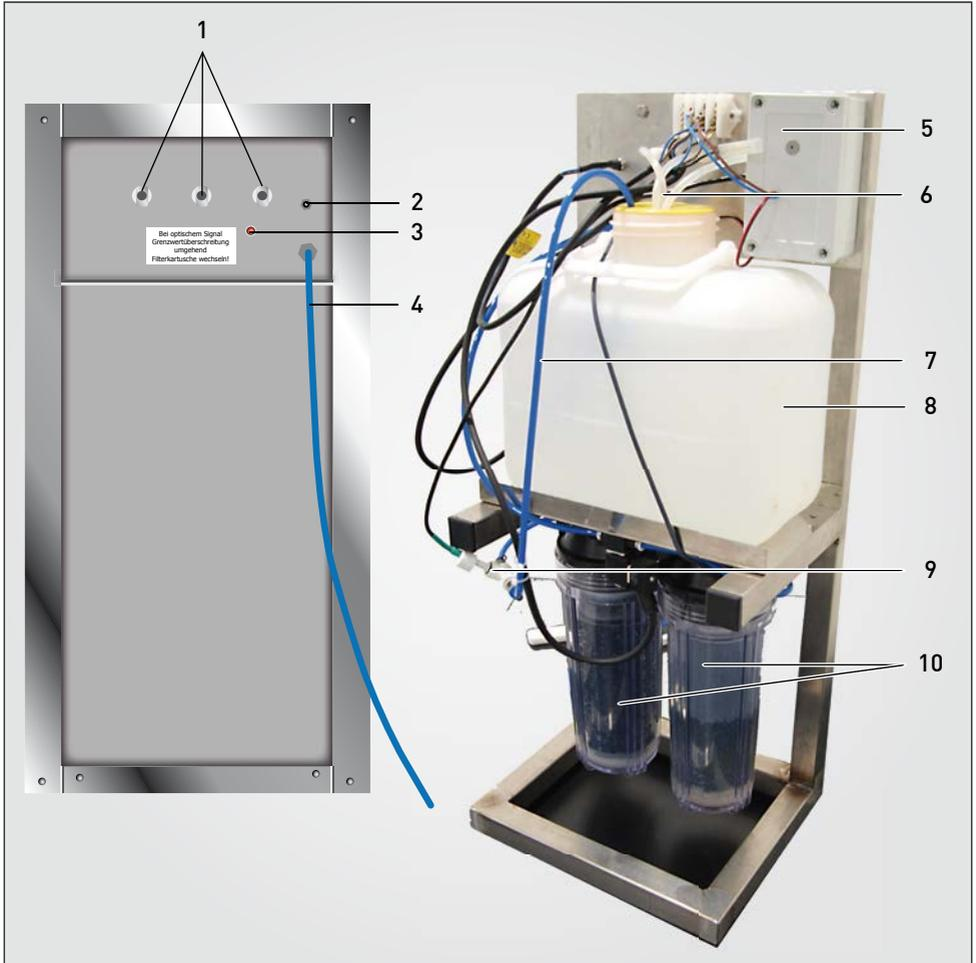

Abb. 1 Aufbau
Über den Zuleitungsschlauch (Abb. 1, Nr. 4) wird Leitungswasser durch die Filterkartuschen (10) geleitet und dabei demineralisiert. Das demineralisierte Wasser wird schwimmergesteuert in einen Wasservorratsbehälter (8) geleitet, der mit den drei Schlauchanschlüssen auf der Ge- rätevorderseite (1) verbunden ist (6). Dort können bis zu drei MEMMERT-Geräte mit Feuchtere- gelung angeschlossen werden.